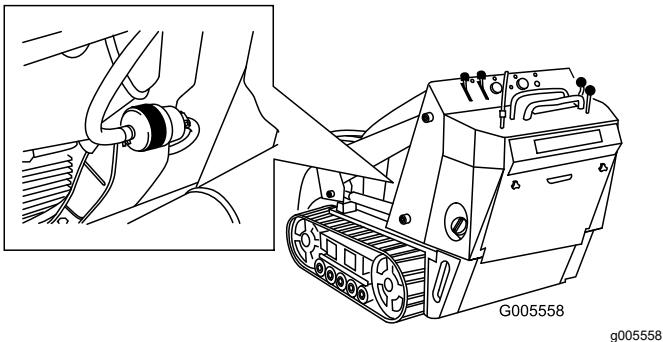

Figure 42
5. Raccordez les conduites d'alimentation de chaque côté du filtre avec des colliers (Figure 42).
6. Pincez les extrémités des colliers et éloignez les colliers du filtre (**Figure 42**).